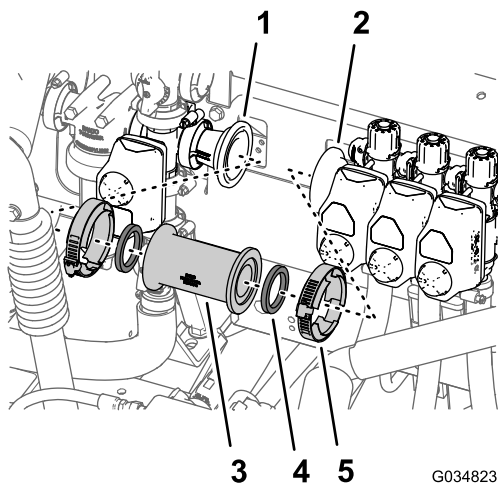

Рисунок 34
- A. Снимите два фланцевых хомута, которые крепят соединительную трубку к переходным патрубкам на главном регулирующем клапане и клапане левой секции стрелы (Рисунок 34).
- В. Снимите прямой соединитель и две прокладки с машины (Рисунок 34).